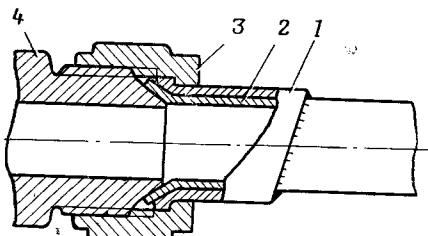

Рис. 18. Жесткое на конической развалицовке соединение трубопроводов:
1) Соединение трубопроводов со штуцерами на конической разводильцовке трубопроводов (рис. 18).